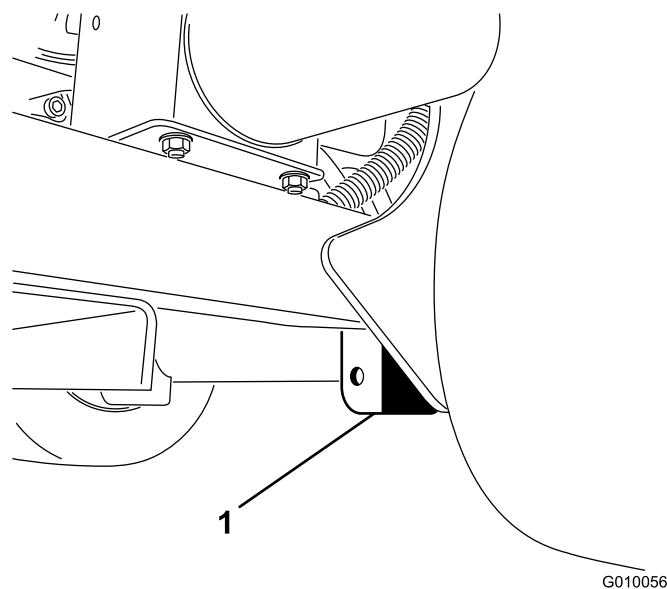

図 41
2. 後ホイールのすぐ内側にあるフレームプレートの下にジャッキを確実に置く (図 41)。